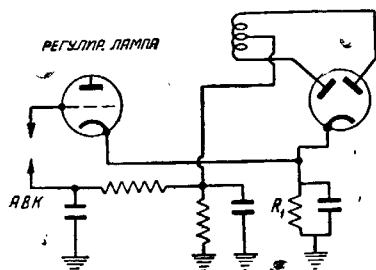

Рис. 2
2. Второй способ более сложен, но дает лучшие результаты при автоматичности действия схемы. Схема этого способа показана на рис. 2. В этой схеме отрицательное напряжение на детекторный диод задается током, протекающим через сопротивление R_1 , общее для катодов регулируемых ламп и детектора.